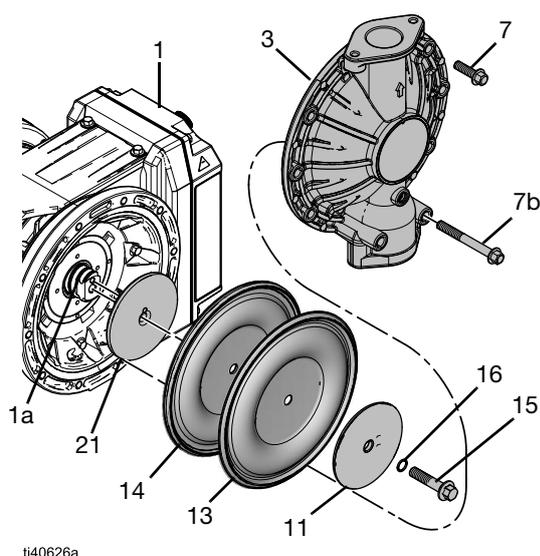
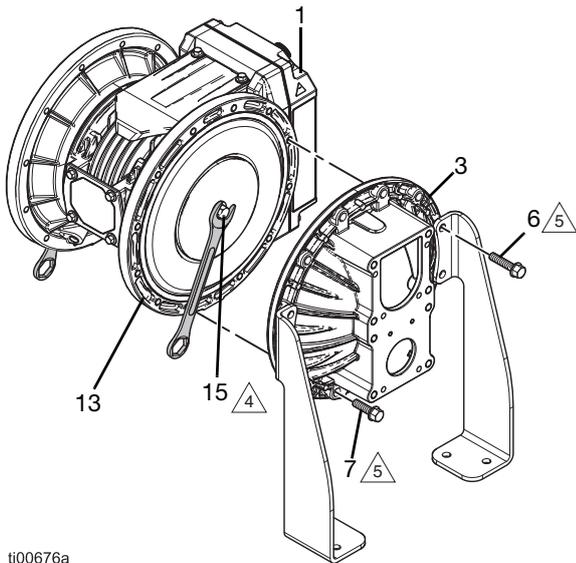

FIG. 19: Diafragmas padrão
FIG. 21: Apertar Diafragmas Padrão
Consulte a FIG. 19–FIG. 21.
- a. Utilizar uma chave inglesa aplicável para segurar firmemente o eixo (1a) no lugar. Ao mesmo tempo, usar uma chave aplicável para soltar o restante fixador do diafragma (15). Consulte a FIG. 21.
- Depois do plano do eixo (1a) ser acessível, utilizar uma chave inglesa aplicável para segurar firmemente o plano do eixo (1a) no lugar. Ao mesmo tempo, usar uma chave aplicável para soltar o restante fixador do diafragma (15). Consulte a FIG. 21.
7. Remover o restante fixador (15), vedante (16, se aplicável), placa de líquidos (11), diafragma (13), e suporte do diafragma (14), e placa do lado do ar (21) do eixo (1a).
2. Instalar os conjuntos de diafragma montados na haste (1a) e apertar manualmente os fixadores (15).
3. Utilizar uma chave aplicável para manter firmemente um fixador (15) no lugar. Ao mesmo tempo, usar uma chave aplicável para apertar o parafuso oposto (15) a 50 ft-lb (68 N•m). Consulte a FIG. 21.
NOTA: No caso das tampas de flapper, o orifício circular de saída deve estar situado na base do equipamento. Consulte a FIG. 21.